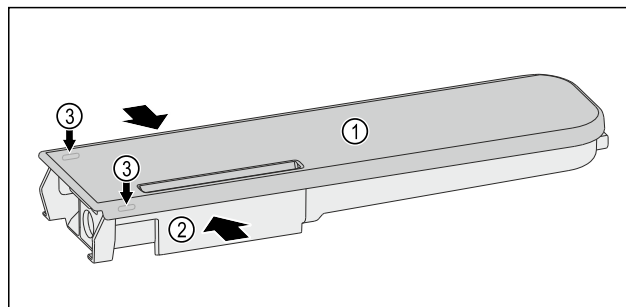

Fig. 117
- Presser le réservoir d'eau Fig. 117 (2) et faire levier pour lever précautionneusement le couvercle Fig. 117 (1) par les ergots Fig. 117 (3).
- Faire légèrement bouger le couvercle Fig. 117 (1) de l'avant vers l'arrière puis le retirer par le haut.